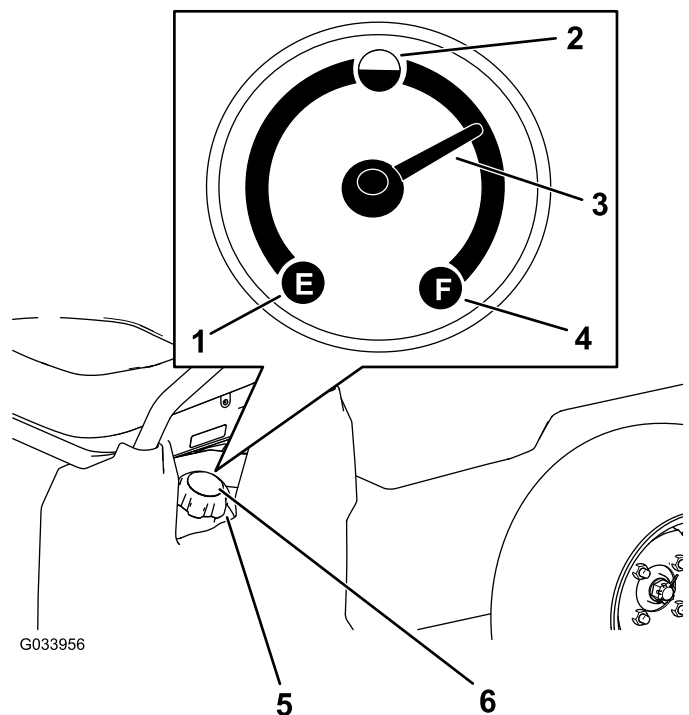

Figura 12
4. Pulite intorno al tappo del serbatoio del carburante (Figura 12).